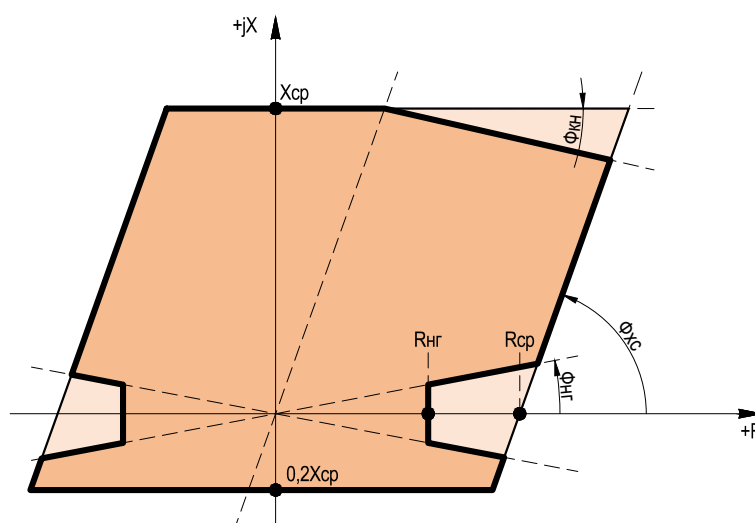

Рисунок 2.1 – Характеристика срабатывания реле сопротивления ненаправленных ступеней ДЗ
2.2.1.13 При выведенной направленности ступени ДЗ имеют многоугольную характеристику срабатывания с охватом нуля (рисунок 2.1). Принцип работы дистанционной защиты с данной многоугольной характеристикой основан на проверке попадания значений вычисленных сопротивлений в зону срабатывания, которая определяется значениями уставок по сопротивлению ( $R_{ср}$ ,  $X_{ср}$ ,  $\Phi_{хс}$ ,  $\Phi_{кн}$ ). Коэффициент возврата органа построения характеристики равен 1,05.